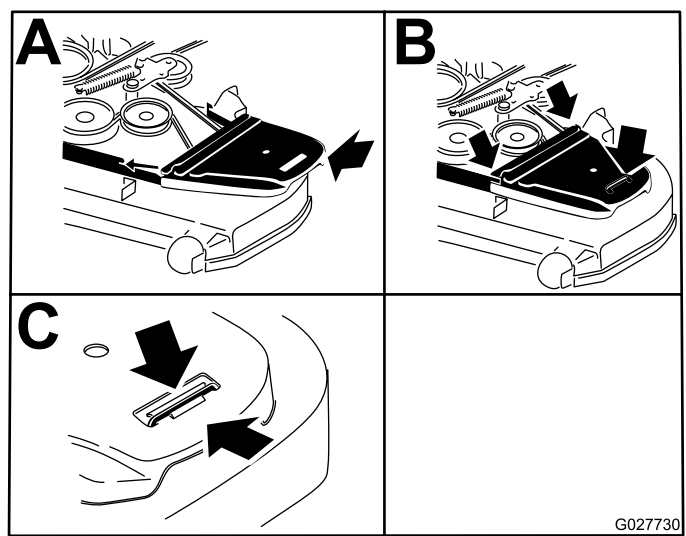

Figure 99
12. Posez les protège-courroies (Figure 99).